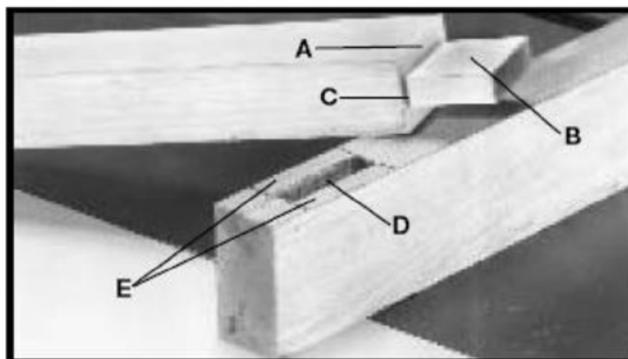

Рисунок 25
На Рис. 25 показаны части простого, или «слепого», шипового соединения «в гнездо».
- ♦ Во избежание преждевременного разрушения стыка, избегайте вырезания шипа в заготовках с неравномерной структурой (с сучками). Всегда используйте прямые, плоские заготовки с равномерной структурой древесины, как показано на Рис. 25.